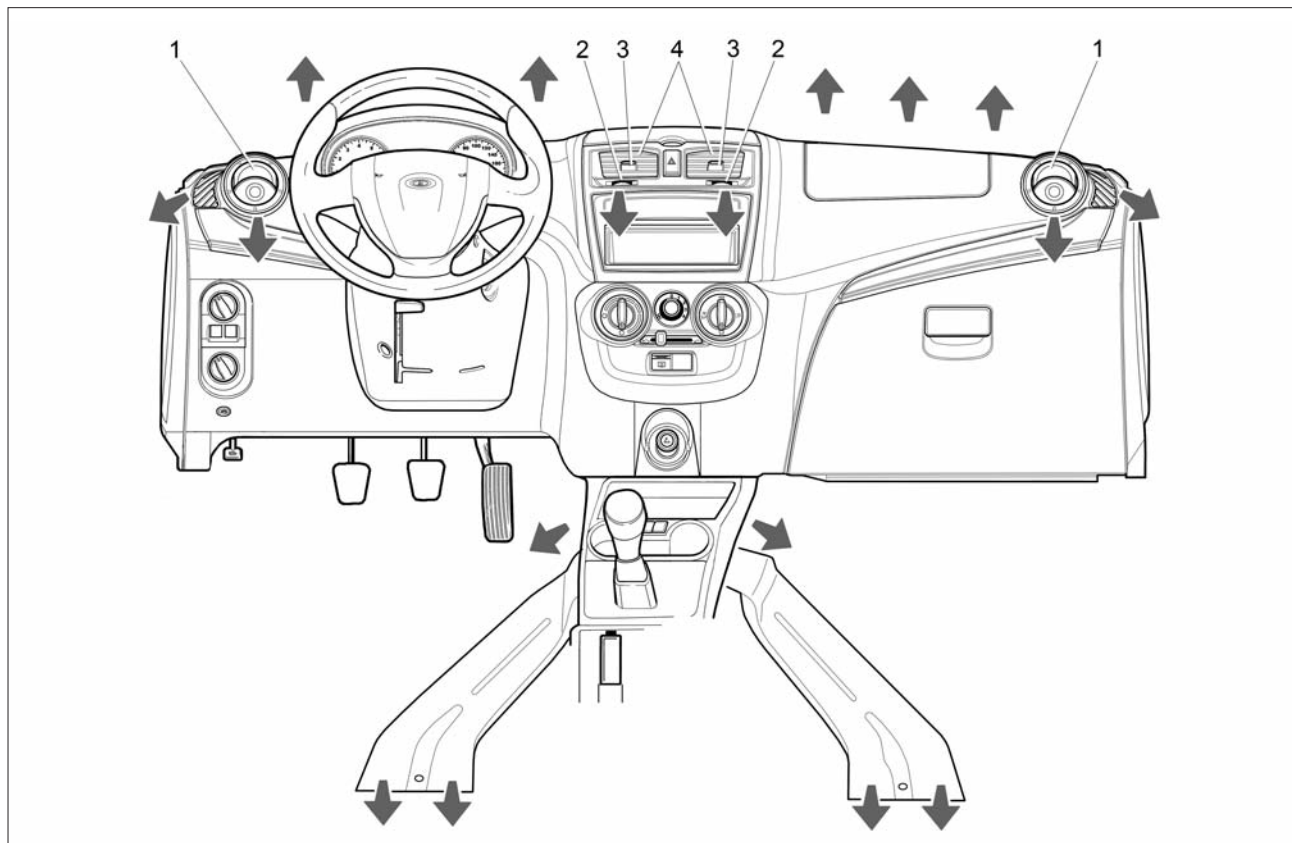

Рис. 42. Направления потоков воздуха из дефлекторов и воздуховодов
Интенсивность подачи воздуха через боковые сопла **1** (рис. 42) регулируется непосредственным воздействием на дефлекторы сопел путем изменения положения дефлекторов вплоть до полного их закрытия. Открытие нужного сопла производится нажатием на специальное углубление в дефлекторе. Вращением дефлектора регулируется направление воздушного потока.
– **сопла 1 и 4** (см. рис. 42) отрегулировать в зависимости от желаемого направления и силы потоков. Причем **сопла 1** регулируются непосредственным воздействием на дефлекторы сопел (для открытия необходимо нажать на специальное углубление), а **сопла 4** рычагами **2 и 3**;
- **сопла 1** (см. рис. 42) направить на соответствующие боковые стекла в зону наибольшего запотевания;
- **сопла 1** (см. рис. 42) направить на соответствующие боковые стекла в зону наибольшего обледенения;
В положении  рукоятки 4 хотя бы одно из сопел 1 или 4 (см. рис. 42) должно быть
Сопла **1** и **4** (см. рис. 42) панели приборов должны быть открытыми.